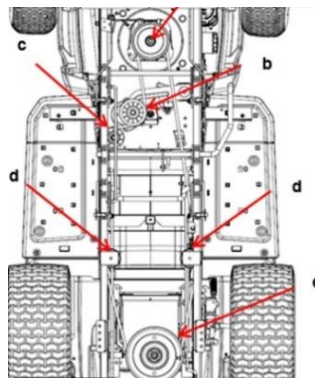

Fig. 26
6. Inversați procesul pentru a atașa din nou o nouă curea de transmisie la tractor(Fig.26).